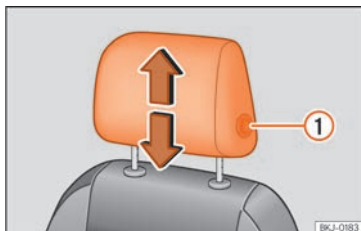
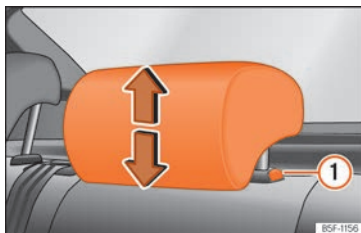

Fig. 66 Asiento delantero: regulación del apoyacabezas.
Fig. 67 Apoyacabezas trasero: regulación del apoyacabezas.
- Agarre el apoyacabezas con ambas manos por los lados y empuje hacia arriba hasta encajarlo en la posición deseada. Para bajarlo, haga la misma acción, pulsando el botón lateral ① »» fig. 66, »» fig. 67.